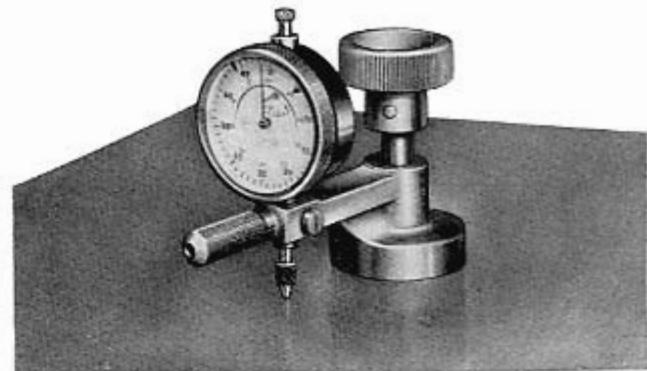
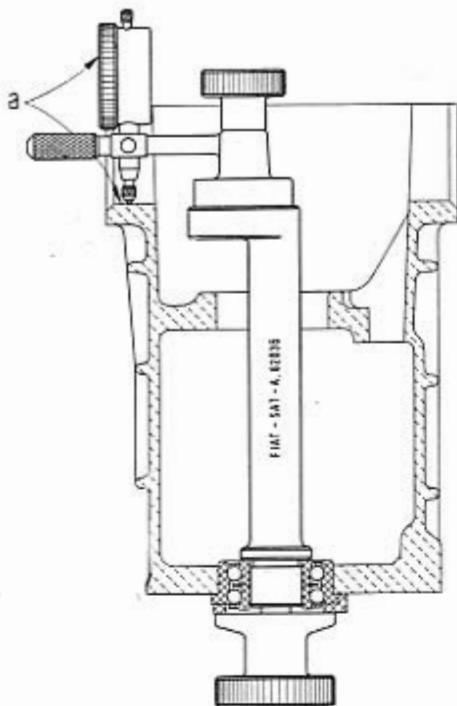
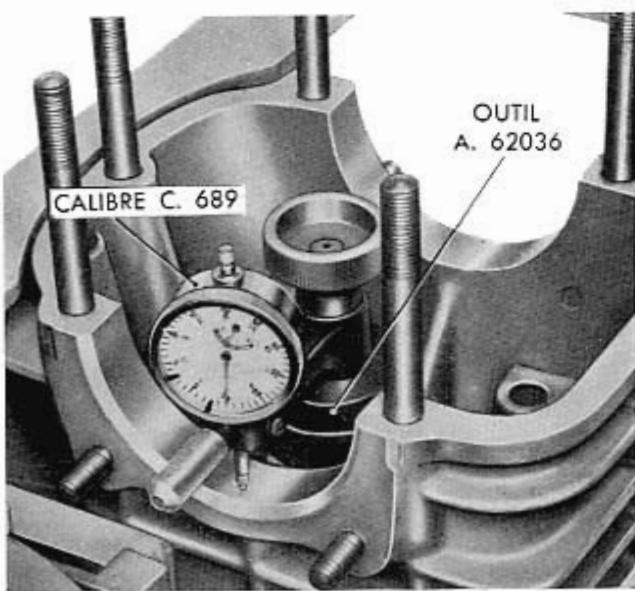

Fig. 190 - Mise à zéro, sur le marbre d'ajusteur, des échelles centésimale et millimétrique du comparateur du calibre C. 689.
Fig. 191 - Schéma de l'application des outils A. 62036 et C. 689, pour déterminer la valeur de « a ».
Fig. 192 - Lecture de la valeur « a » sur le comparateur de l'outil C. 689 pour déterminer l'épaisseur de la rondelle de réglage du pignon.
- a = Valeur indiquée par le comparateur appliquée sur l'outil A. 62036 (fig. 191);
Monter l'outil A. 62036 (fig. 191) et le bloquer, à l'aide du bouton moleté, sur la plaque de retenue du roulement avant.
Mettre à zéro, sur un marbre d'ajusteur (figure 190), l'échelle centésimale et celle millimétrique du comparateur C. 689 ; appliquer ensuite le comparateur sur l'outil (fig. 191) et veiller à ce que la petite tige appuie sur le siège de la boîte des roulements (fig. 192).